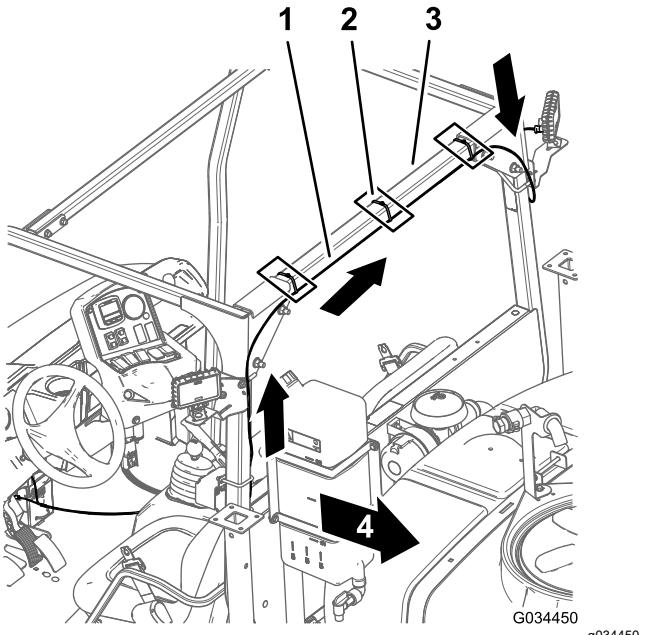
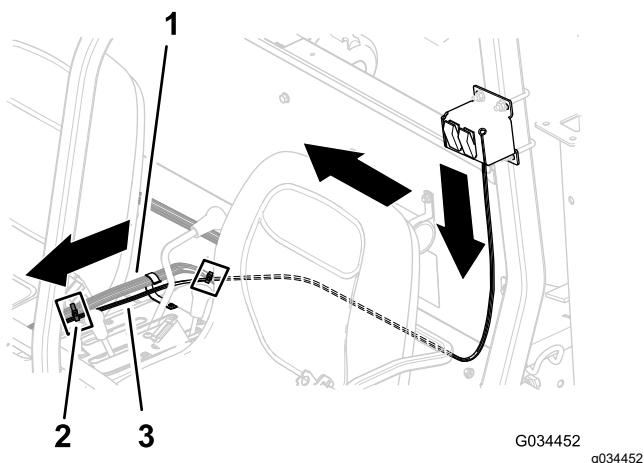
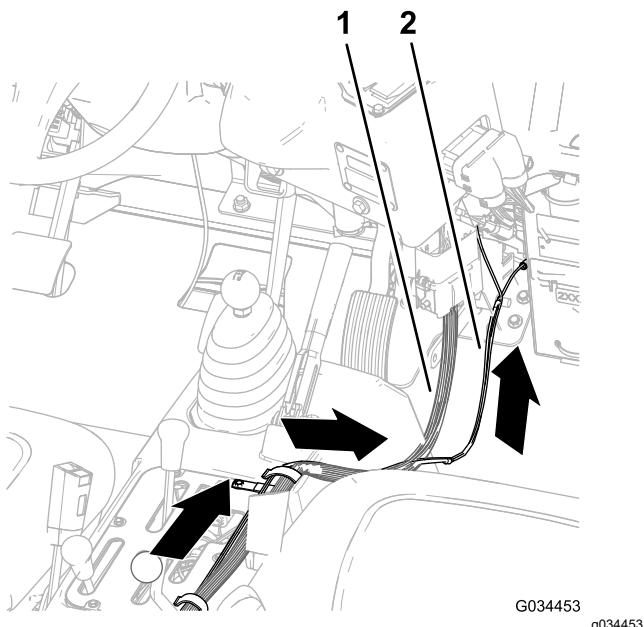

Figura 16
Figura 17
Figura 18
1. En los interruptores, dirija el ramal del arnés de cables con el conector hembra de 2 vías hacia arriba y a través de la parte trasera del tubo del ROPS horizontal, tal y como se muestra en la Figura 16.
2. En los interruptores de las luces, dirija el ramal del arnés de cables con el terminal hembra y el terminal de anillos hacia abajo y a través de la parte trasera del asiento del operador, tal y como se muestra en la Figura 17.
3. En la consola central, dirija el arnés de cables del kit de luces de trabajo traseras a lo largo del arnés de cables del fumigador y hacia delante, hacia el bloque de fusibles (Figura 17 y Figura 18).
4. Sujete el arnés de cables del kit de luces de trabajo traseras al arnés de cables del fumigador con briduras para cables, tal y como se muestra en la Figura 17 y en la Figura 16.